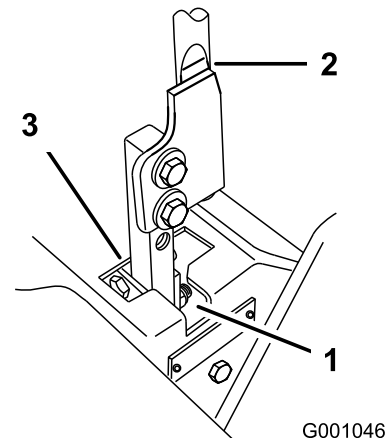

Bild 76
5. Schieben Sie den Hebel in die Neutral-Stellung (nicht arretiert) (Bild 76).
6. Ziehen Sie den Hebel zurück, bis der Lastösenbolzen (am Arm unter dem Gelenkschaft) das Schlitzende berührt (und soeben Druck auf die Feder ausübt) (Bild 76).
7. Prüfen Sie, dass der Fahrtriebshebel relativ zur Kerbe im Armaturenbrett ist (Bild 76). Er sollte zentriert sein, sodass der Hebel nach außen in die arretierte Neutralstellung gedreht werden kann.